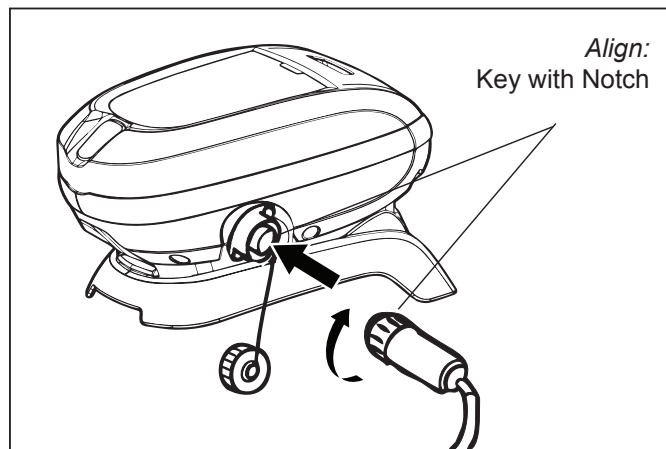

Figure 3. Connecter un câble flottant
3. Aligner l'encoche dans le connecteur du câble flottant avec la clé dans l'unité de contrôle, enclencher, puis tourner dans le sens horaire pour serrer (Figure 3).